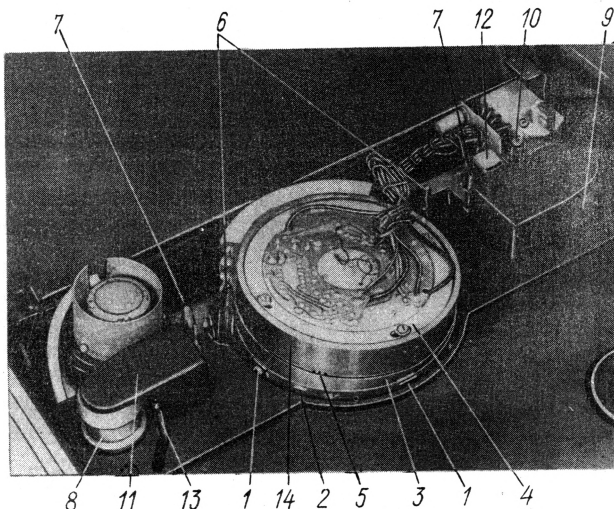

Рис. 3. Элементы лентопротяжного механизма
- очистите три опорные площадки 1 (рис.3) ограничителя 2 нижнего цилиндра 3 блока вращающихся головок 4 тонким концом пластмассового очистителя;
После работы видеомагнитофона в условиях повышенной влажности протрите, не касаясь видеоголовок, поверхность цилиндров 3 (см. рис.3) и 14, соприкасающуюся с видеолентой, бязевой салфеткой, слегка смоченной этиловым спиртом.